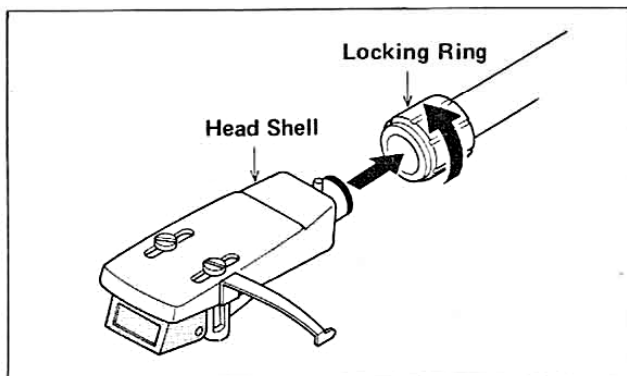

Fig. 5
6. Head shell — insert the head shell into the front of the tone arm and lock into place by tightening the tone arm locking ring (fig. 5).
6. Kopfmuschel — Die Kopfmuschel von vorne auf den Tonarm aufsetzen und durch Anziehen der Tonarm-Schließmuffe verriegeln (fig. 5).
6. Tête de pick-up — Insérer la tête de pick-up à l'avant du bras acoustique et la bloquer en place en serrant la bague de blocage du bras acoustique (fig. 5).
6. Guscio della testina — Inserire il guscio della testina nella parte frontale del braccetto ed assicurarlo al posto stringendo il manicotto di serraggio (fig. 5).